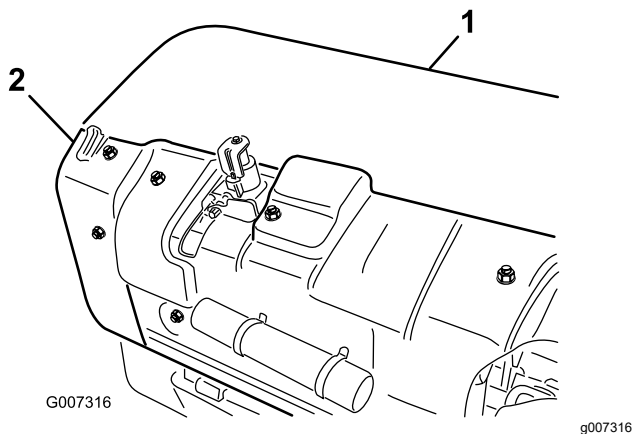

Рисунок 36
1. Снимите заднюю крышку аэраторного вала (Рисунок 36).
2. Отверните болты крепления щитка шкива и снимите щиток (Рисунок 36).